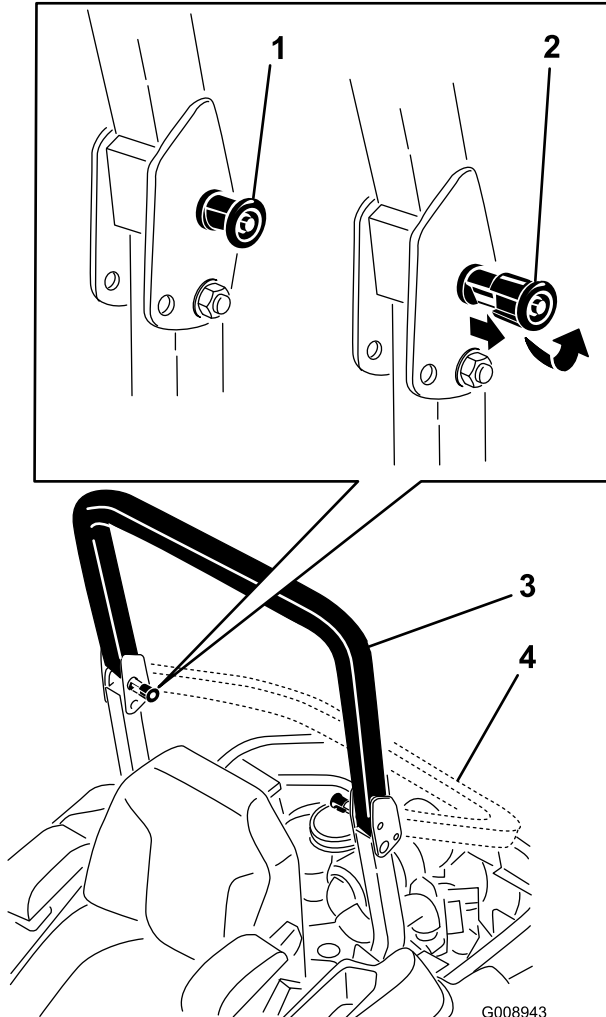

Figura 8
2. Tire de ambos pomos hacia fuera y gírelos 90° para desengranarlos (Figura 8).
3. Coloque la barra antivuelco en la posición de bajada (Figura 8).
encajarán en cuanto se alineen con los orificios (Figura 8).
4. Para elevar la barra antivuelco, suba la barra a la posición de uso, y gire los pomos para que se introduzcan parcialmente en las ranuras (Figura 8).